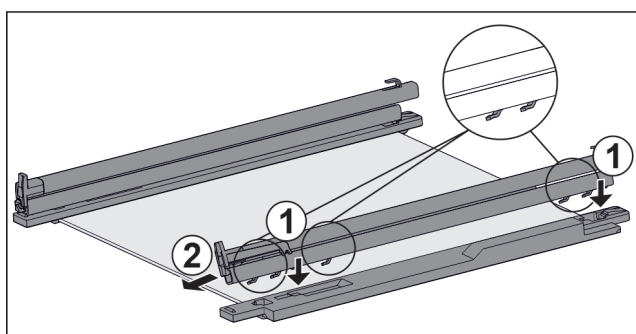

Fig. 115 Skleněná deska s kolejničkami a přídržnými díly
- ▶ Nasadte háčky kolejničky na otvory **levého** přídržného dílu. Fig. 115 (1)
- ▶ Vytáhněte kolejničku dopředu. Fig. 115 (2)
- ▶ Nasadte háčky kolejničky na otvory **pravého** přídržného dílu. Fig. 115 (1)